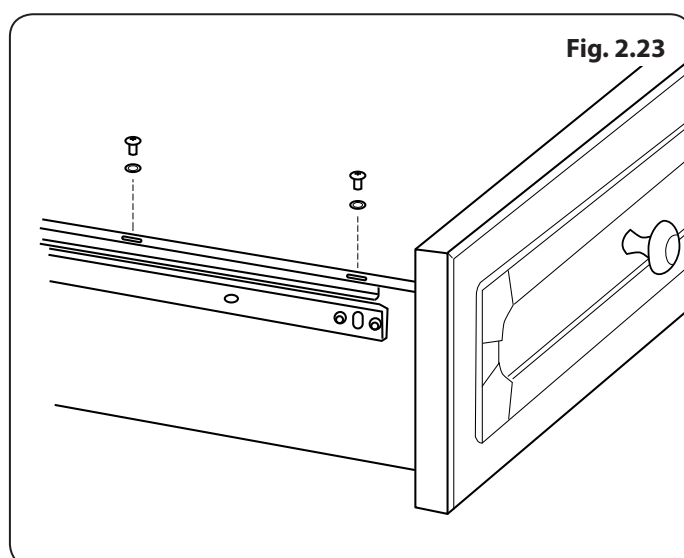

Fig. 2.23
3. Dévisser les deux pièces de fixation et retirer les rondelles de serrage de chaque côté des supports de glissière du Tiroir de rangement (**Fig. 2.23**).
2. Aligner les deux trous sur chaque côté du Tiroir de rangement avec les supports de glissière (**Fig. 2.23**).